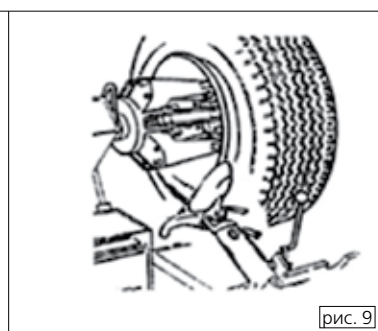

рис. 9
Все нижеследующие манипуляции можно проводить только с полностью отключенным держателем инструмента (рис. 9).
- (6) Отведите диск (12) от борта шины, опустите блокировку (10), переведите консоль в исходное положение, переведите диск (12) к внутреннему борту шины.
- (7) Повторите операцию до тех пор, пока шина не будет полностью снята с диска (рис. 9). При переводе инструмента в рабочее положение, будьте внимательны, держите руки как можно дальше, чтобы избежать травм.